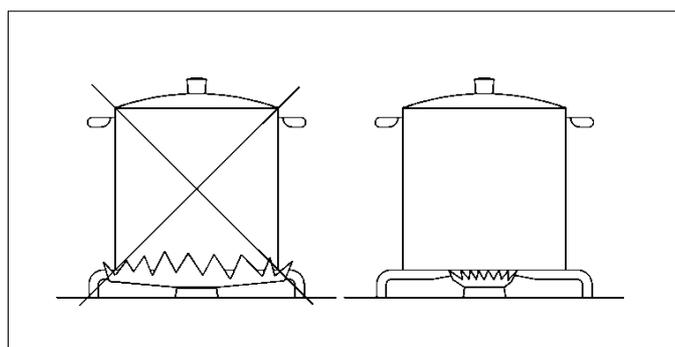

РИС. 2
- Используйте посуду, подходящую для каждой конфорки (см. приведённую ниже таблицу и рис. 2).